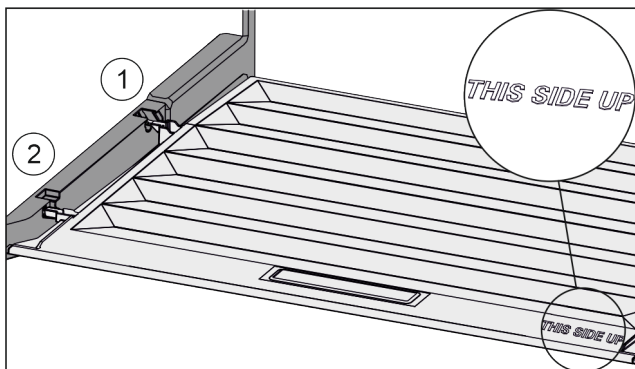

Fig. 55
- ▶ Вставить поперечные ребра крышки через отверстия заднего держателя Fig. 55 (1) и защелкнуть спереди в держателе Fig. 55 (2).